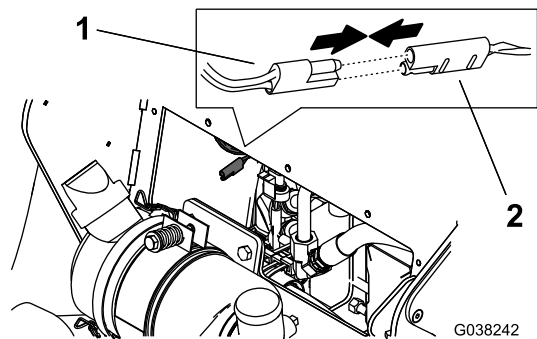

Bild 29
3. Entfernen Sie die Kappe vom Hilfsanschluss am Kabelbaum der Maschine und schließen Sie den Kitkabelbaum am Anschluss an (Bild 29).